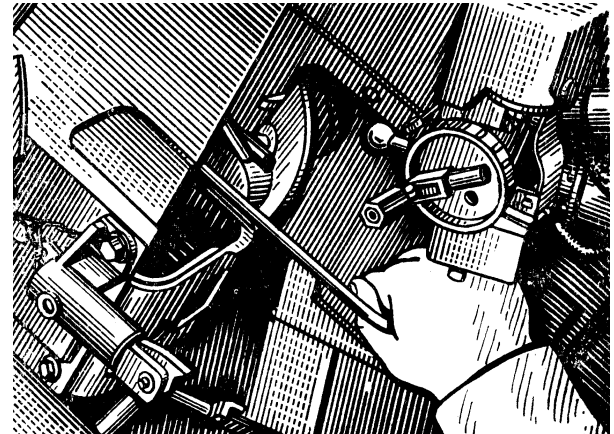

Рис. 25. Поворот задніх фіксаторів за допомогою вимикача 2А42.10.010 при витягуванні патрона з лінії досилання
- повертає за допомогою вимикача 2А42.10.010 з комплекту ЗІП гармати 2А42 задній фіксатор у приймачі (рис. 25) і витягає гачком патрон з лінії досилання після чого від'єднує вимикач 2А42.10.010;